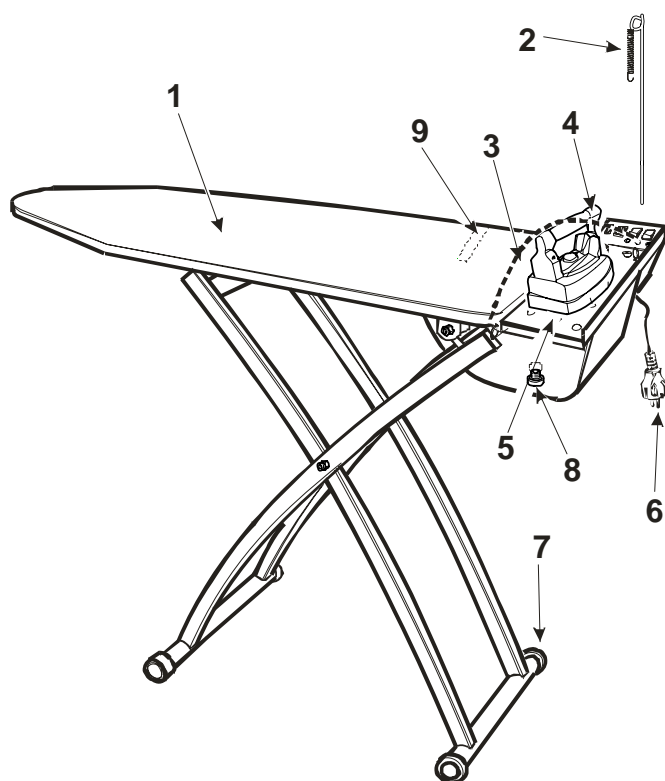

Рис. 1
1. Выньте SOLE из коробки и вставьте держатель кабеля в специальное отверстие (рис.1).
3. Поставьте утюг на подставку (рис. 1).
4. Во время глаженья, всегда помещайте утюг на его специальную резиновую подставку (рис. 1) и обращайтесь внимание на расположение проводов: их скручивание или контакт с гладильной доской может вызвать короткое замыкание.
Желательно заменять покрытие гладильной доски (рис. 1), как только качество наддува/вакуумной вытяжки ухудшается или когда покрытие доски сильно загрязнено.